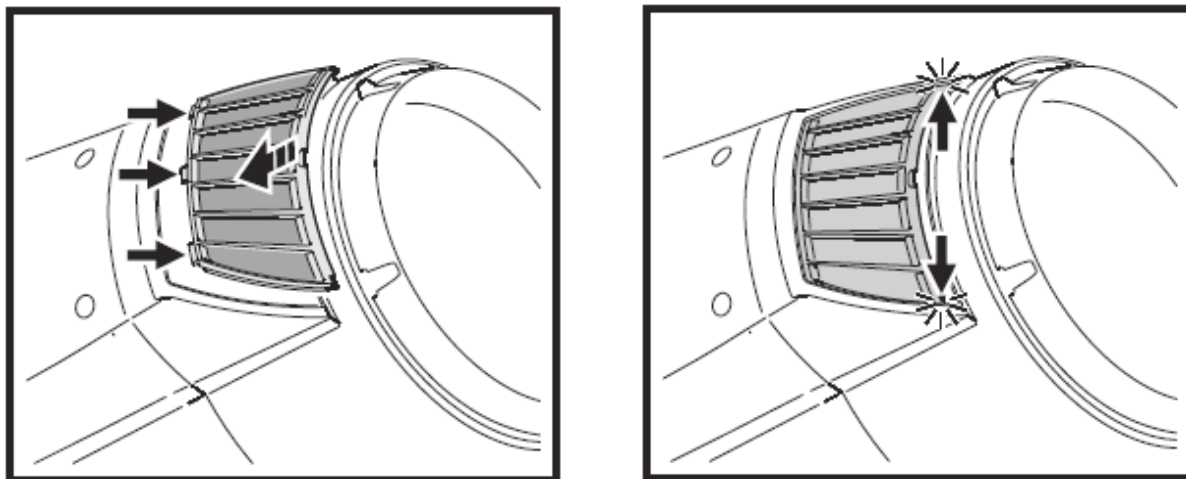

Рисунок 19. Установка воздушных фильтров головки
6. См. рисунок 19. Вставьте три выступа в держателе фильтра головки в соответствующие отверстия в головке, слегка сожмите наружные углы держателя фильтров и вставьте их в головку, чтобы зафиксировать их на месте.